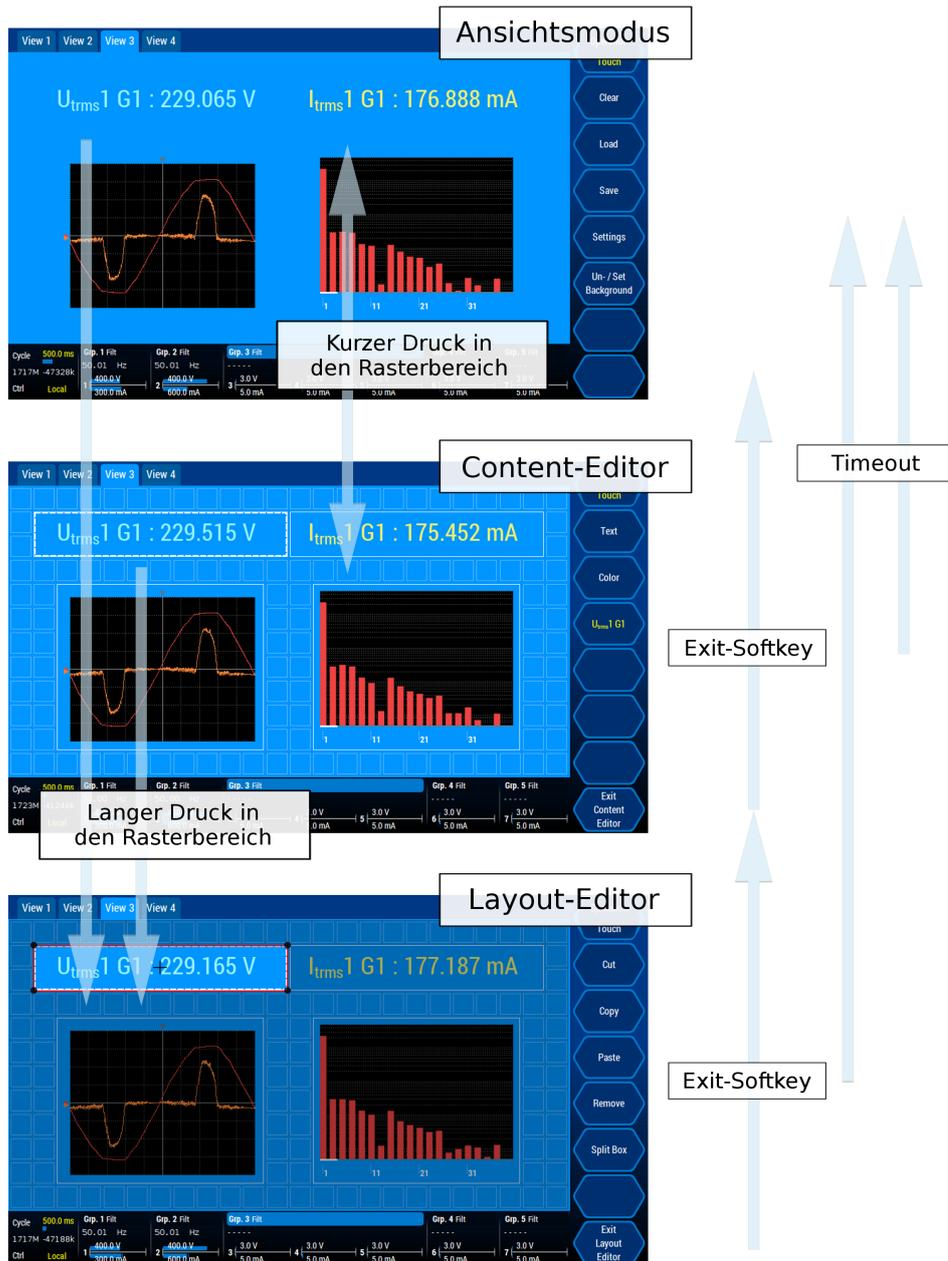

Abbildung 6.14: Die verschiedenen Bedienebenen des Custom-Menüs.
Das Menü hat verschiedene Modi für spezifische Aufgaben wie das Layout editieren oder neue Inhalte hinzufügen. Abbildung 6.14 [→119] beschreibt die Navigation zwischen diesen Modi. Nachfolgend wird davon ausgegangen, dass der oberste Softkey (<Operation>) auf 'Touch' eingestellt ist. Dies ist die empfohlene Einstellung für dieses Menü. Die Benutzung der 'Keys'-Einstellung für die touch- und mauslose Bedienung wird im letzten Unterkapitel beschrieben.
- Der Hauptmodus ist der Ansichtsmodus (Siehe Abbildung 6.14 [→119] oben). In diesem Modus ist das Raster versteckt, um eine ungehinderte Sicht auf alle Inhalte und den Hintergrund zu ermöglichen. Die Softkeys bieten das gesamte Menü beeinflussende Funktionen an; z.B. Laden, Speichern und Hintergrundbild setzen.
- Ein kurzer Druck aktiviert den Inhalts-Editor (Siehe Abbildung 6.14 [→119] Mitte). In diesem Modus wird das Raster mit allen definierten Zellen samt Inhalt angezeigt. Ein kurzer Druck auf die aktuell markierte Zelle (weißer gestrichelter Rand), auf **<Exit Content Editor>** oder ein Timeout von acht Sekunden beenden den Inhaltseditor und kehren zum Ansichtsmodus zurück.
den Layouteditor, welcher es erlaubt, das Layout oder den Inhalt zu bearbeiten (Siehe Abbildung 6.14 [→119] unten). In diesem Modus ist die markierte Zelle hervorgehoben und der Rest abgedunkelt. Durch Drücken im abgedunkelten Bereich kann jede Zelle hervorgehoben werden, um mit ihr zu arbeiten. In diesem Modus bieten die Softkeys Funktionen an, um Inhalte zu entfernen (<Remove>) und innerhalb dieses Menüs zu kopieren (<Copy>), auszuschneiden (<Cut>) und einzufügen (<Paste>). Desweiteren können große Zellen mit <Split Cell> entfernt werden. Nach einem Timeout von 8 Sekunden wird automatisch in den Ansichtsmodus zurück gewechselt (siehe Abbildung 6.14 [→119] oben). Mit <Exit Layout Editor> wird zum Inhaltseditor gewechselt (siehe Abbildung 6.14 [→119] mitte).